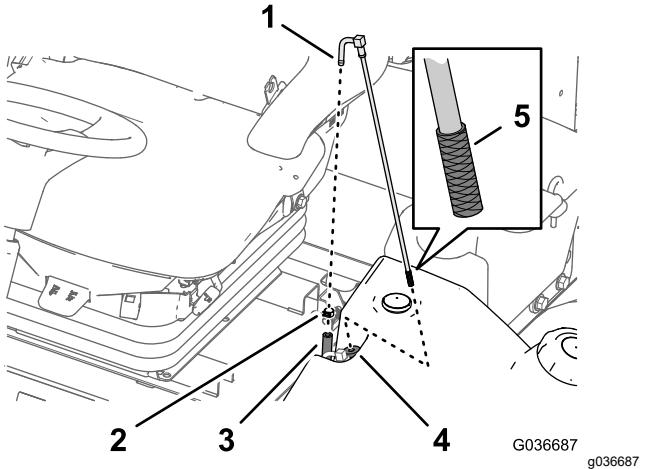

Bild 51
1. Entfernen Sie die Schlauchklemme, mit der der Kraftstoffzulaufschlauch am Anschlussstück des Kraftstoffansaugschlauchs befestigt ist (Bild 51).
2. Schließen Sie den Schlauch vom Anschlussstück ab (Bild 51).
3. Nehmen Sie den Kraftstoffansaugschlauch vom Kraftstofftank ab (Bild 51).
4. Reinigen Sie das Sieb am Ende des Kraftstoffansaugschlauchs (Bild 51).
5. Stecken Sie den Kraftstoffansaugschlauch durch die Gummibüchse in den Kraftstofftank (Bild 51).